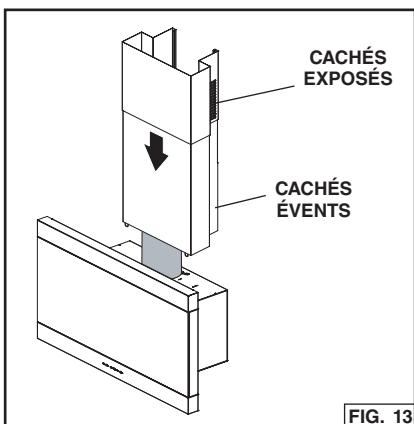

FIG. 13
6. Installez les carneaux supérieur et inférieur sur la hotte de cuisine. Fig. 13.